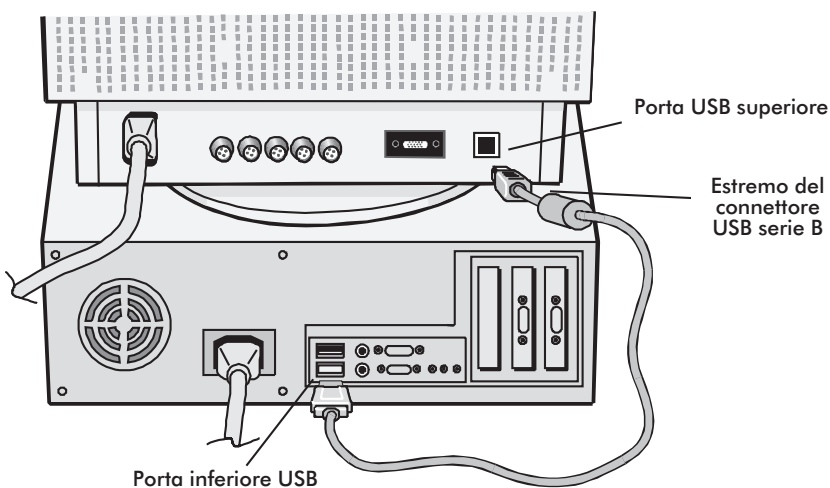

Figura 1
1. Utilizzando il cavo USB in dotazione, connettete il connettore USB serie B alla porta USB superiore del monitor (Figura 1).
2. Connettere l'altro estremo del cavo in dotazione alla porta USB inferiore del computer (o ad un HUB USB attaccato al computer) (Figura 1).